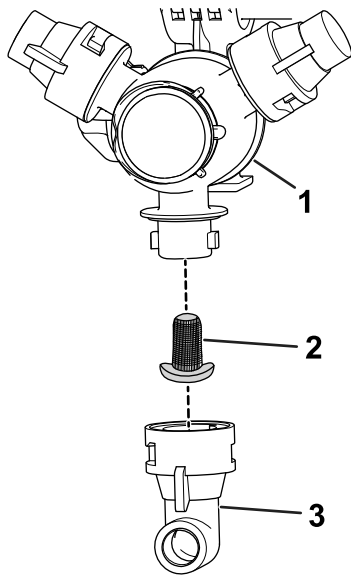

图 105
2. 从喷嘴转动架卸下喷嘴图 105。
3. 拆下旧喷嘴过滤器图 105。
4. 安装新喷嘴过滤器图 105。
5. 将喷嘴安装到喷嘴转动架上图 105。